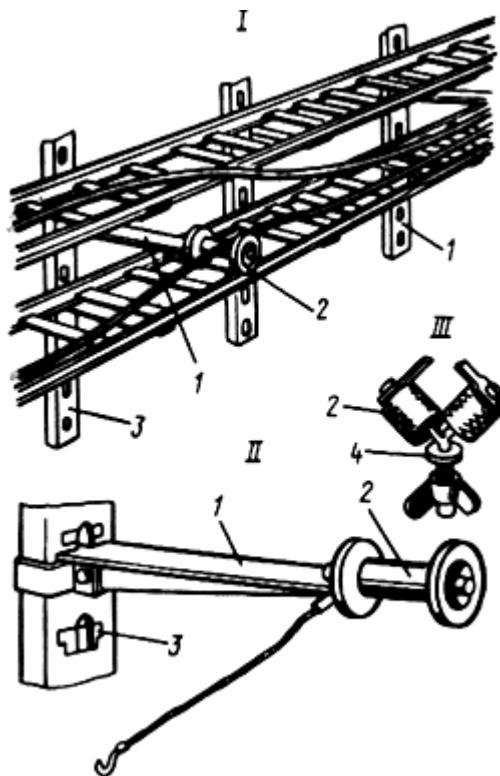

Рис.11
Распространенным способом прокладки проводов и кабелей на лотках является предварительная раскатка их по специальным роликам 2, проложенным вдоль лотков (I), и перекладка непосредственно на лотки. Ролики устанавливают на кронштейнах I(II), закрепляемых на тех же конструкциях 3, что и лотки, на расстоянии не более 10 м друг от друга на прямом участке, а также на концах, поворотах, подъемах и спусках. Применяют ролики в виде приспособления с барашком 4 (III), спомощью которого их закрепляют. Протяжку проводов и кабелей вдоль лотковой магистрали выполняют лебедкой или вручную (рис.11).